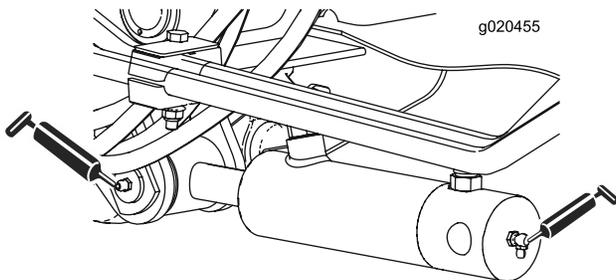

Рисунок 63
- Втулки цилиндров подъемных рычагов (по 2 шт.) (Рисунок 63)